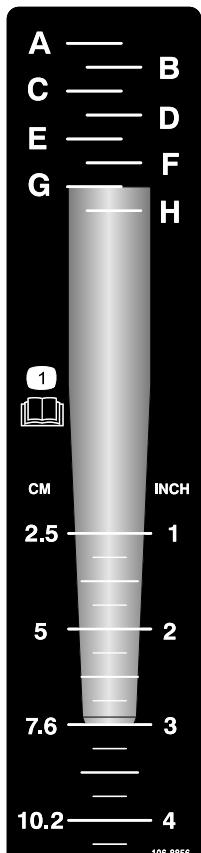

図 23
1. 図 23 のように、使用するタインの先端を、深さ表示ステッカーに表示されている希望深さに合わせる。
2. タインの取り付け側に一致している英文字を確認する 図 23。深さ調整でその英文字の深さに調整する。